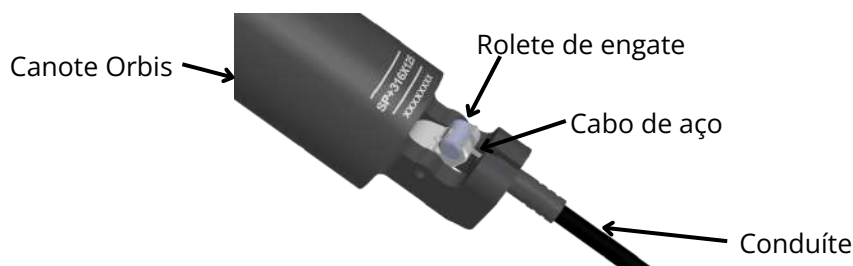

figura 6
- **Engate:** Encaixe o rolete de engate no gancho acionador localizado na base do canote (figura 6).